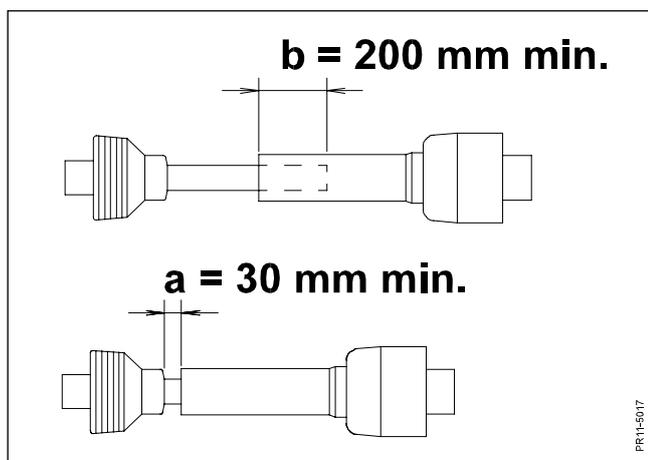

Abb. 2-2
- Abb. 2-2** Die Gelenkwelle in der Länge so anpassen, dass: